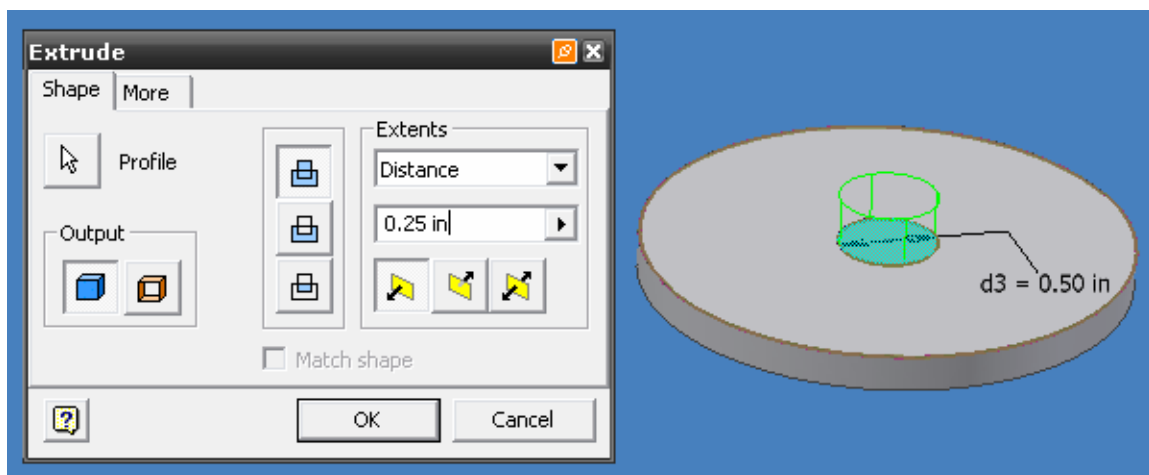

Figura 4.9 Extrusión por medio del comando JOIN.
10.-A continuación extruya ese nuevo boceto seleccionando la circunferencia 2D por medio de la flecha PROFILE de su menú EXTRUDE. El boceto cambiara de color de forma que éste le indicara que boceto ha seleccionado para realizar la operación de JOIN. Introduzca el valor numérico mostrado en la figura 4.9.